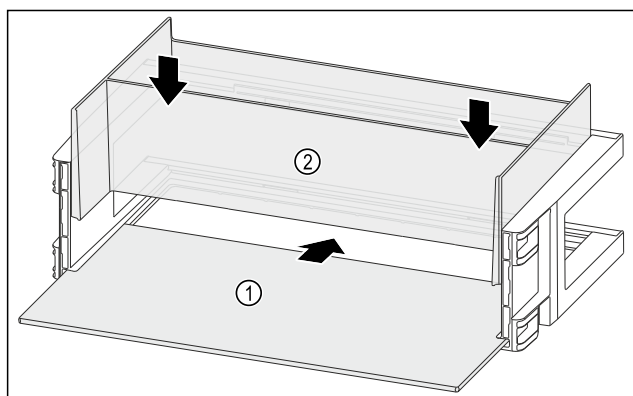

Fig. 117
- Draagplateau Fig. 117 (1) in de zijdelingse inkepingen schuiven.
- Organizer Fig. 117 (2) plaatsen.